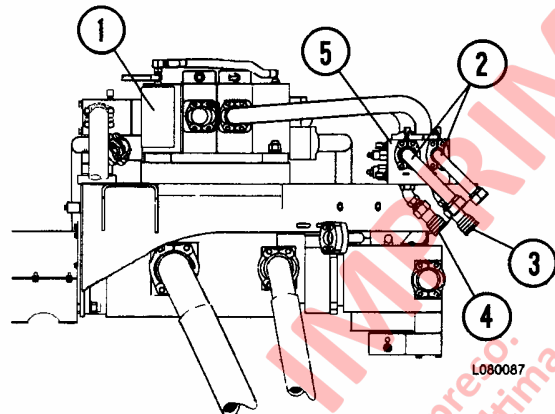

FIGURA 8-27. MÓDULO DE LA BOMBA, CONEXIÓN DE LA MANGUERA
En el ejemplo a continuación, la Figura 8-27 ilustra una conexión típica del camión operativo. El camión inoperativo puede ser otro del mismo modelo, o un modelo Komatsu diferente.
1. Con el camión operativo estacionado lo más cerca posible del camión inoperativo, conecte una manguera desde el desconector rápido de **elevación** (4, Figura 8-27) al circuito de **descenso** del camión inoperativo. La manguera debe tener capacidad para soportar 17.000 kPa (2500 psi) o una presión superior.
2. Conecte otra manguera desde el desconector rápido de **descenso** (3) al circuito de **elevación** del camión inoperativo.
*NOTA: Si ambos camiones son del mismo modelo, las mangueras se instalarán en los desconectores rápidos como se muestra en la Figura 8-27 y estarán **cruzadas** al conectarlas.*